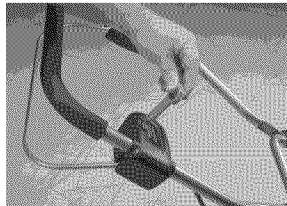

Figure 28 - Retirez la clé
2. Retirez la clé. (Voir la Figure 28).